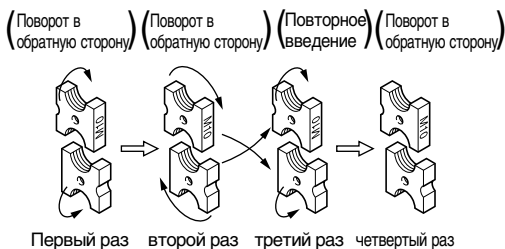

Рис. 19
(3) Перед креплением
- ① На резчике находятся четыре режущих кромки. Как видно на **Рис. 19**, изменяя позицию режущей кромки, лезвие можно использовать четыре раза.